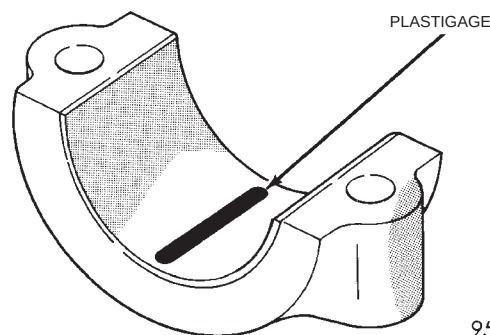

Abb. 1 Plastigage in der unteren Lagerschale
(1) Ölfilm von der zu prüfenden Oberfläche entfernen. Das Plastigage ist in Öl löslich.
(2) Einen Plastigage-Streifen ca. 6,35 mm (1/4 Zoll) von der Mitte versetzt und weg von den Schmierbohrungen über der gesamten Breite der Lagerschale im Deckel auflegen (Abb. 1). (Zusätzlich können auch an anderen Stellen, die geprüft werden sollen, Plastigage-Streifen aufgelegt werden.) Lagerdeckelschrauben des Lagers, das geprüft wird, mit den vorgeschriebenen Anzugsmomenten festziehen.
(1) Kurbelwelle drehen, bis das zu prüfende Pleuel sich in unterster Stellung befindet.
(2) Ölfilm von der zu prüfenden Oberfläche entfernen. Das Plastigage ist in Öl löslich.
(3) Plastigage über die gesamte Breite der Lagerschale legen. Plastigage ca. 6,35 mm (1/4 Zoll) zur Lagerschalenmitte versetzt auflegen; die Ölbohrung muss freibleiben (Abb. 1). Andere evtl. schadhafte Bereiche können ebenfalls mittels Plastigage geprüft werden.
(4) Pleuellagerdeckel mit aufgelegtem Plastigage montieren. Vorgeschriebene Anzugsmomente beachten. **Kurbelwelle nicht mehr drehen, da sonst das Plastigage verschmiert und das Messergebnis verfälscht werden kann.**